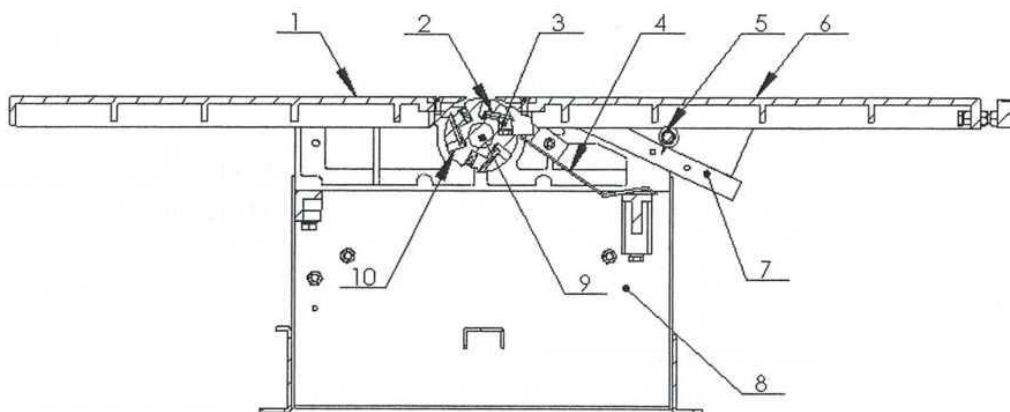

Рис. 5 Схема фуганка
- 3 Ограждение фрезерного шпинделя 4 необходимо поднять и зафиксировать после того как передний стол 6 повернут. Затем запустите станок (см. рис. 5).
Станок поставляется сразу с комплектом ножей. Однако в случае необходимости их заточки или замены, оператор должен следовать указаниям: Выключите станок. Вытащите вилку из розетки, убедитесь, что никто случайно не сможет его запустить. Наденьте защитные перчатки. См. рис. 5, ослабьте прижимной болт 3 инструмента, вставьте отвертку в отверстие 10, вытащите инструмент 2, затем немного затяните болт 3, приложите плоскую линейку к средней части пластины на поверхности заднего стола 1. Поверните ножевой вал 9, нож 2 подвиньте к валу. Пусть нож 2 касается плоской линейки, убедитесь, что нож 2 находится над поверхностью стола на такой же высоте; сначала зафиксируйте средний болт, затем два остальных. Для завершения установки трех ножей, повторите указанные выше указания несколько раз. Поместите плоскую линейку на поверхности стола, проверьте расстояние справа и слева, поверните вал, чтобы проверить касается ли нож пластины под тем же углом, в противном случае выполните регулировку повторно.
Подготовка: выключите станок и выдерните вилку, опустите плоскость переднего стола на необходимую высоту или глубину. Соедините фальцевальную линейку с направляющим устройством и соедините последнее с основанием, как показано на рис. 5. В общем, установите направляющее устройство с правой стороны стола. Закройте ножи крышкой стола.
Выключите станок и выньте вилку из розетки. Демонтируйте диск под кожухом, ослабьте запорную планку и демонтируйте стол для резки. См. рис. 5. Вставьте отвертку в отверстие 10 шпинделя 9, чтобы застопорить его. Открутите гайку гаечным ключом и следите за тем, чтобы не повредить пластину для губы. Демонтируйте фланец, осторожно зачистите его и диск пилы, чтобы они полностью соприкасались друг с другом, установите диск на фланец, после чего смонтируйте их в сборе на шпиндель, зафиксировав двойной гайкой. После этого установите стол для резки под кожухом, одновременно устанавливая его на 0,5~1 мм выше заднего стола.